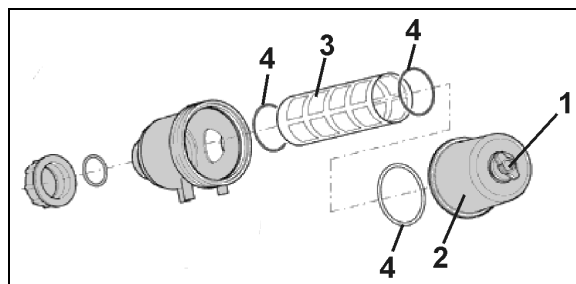

Fig. 113
Rengør sugefilteret (Fig. 113) dagligt efter sprøjtning.
4. Vingeskruen (Fig. 113/1) ved sugefilteret løsnes.
5. Filterbægeret (Fig. 113/2) trækkes af ved at dreje let til højre og venstre.
6. Filterindsatsen (Fig. 113/3) tages ud og rengøres med vand.
7. Kontroller om o-ringene (Fig. 113/4) er beskadigede.
Sørg for at o-ringene (Fig. 113/4) monteres korrekt.